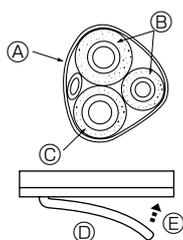

Fig. 5-5
- Instradare il tubo di scarico in diagonale sotto i tubi di connessione. (Fig. 5-5)